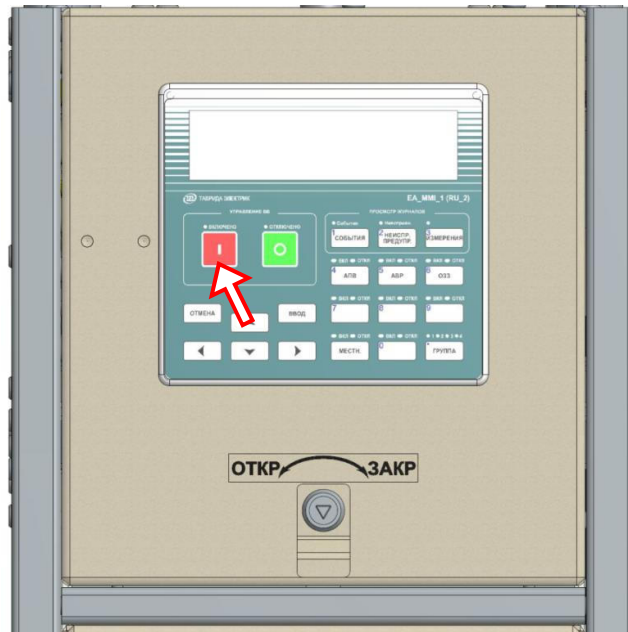

Рис.4.7. Включение шкафа
Для включения шкафа нажать кнопку «1» на панели управления, рис. 4.7.
- Включить выключатель, рис. 4.7.